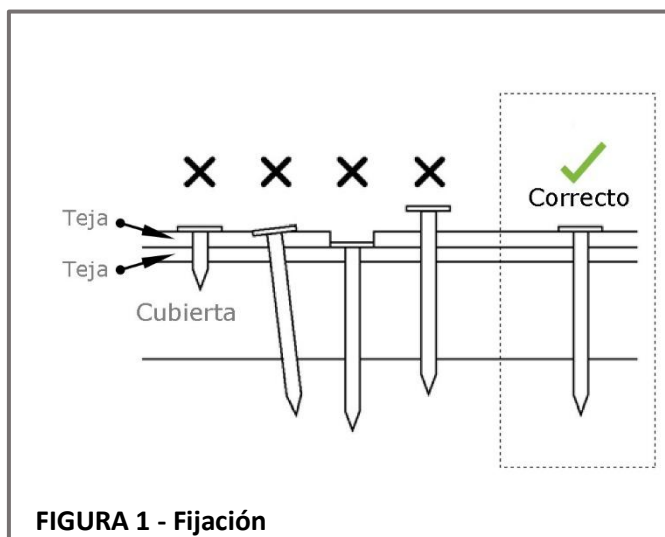

FIGURA 1 - Fijación
- Todos los sujetadores deben introducirse rectos con las cabezas al ras de la superficie de la teja, sin cortar la teja. Vea la **Figura 1**.